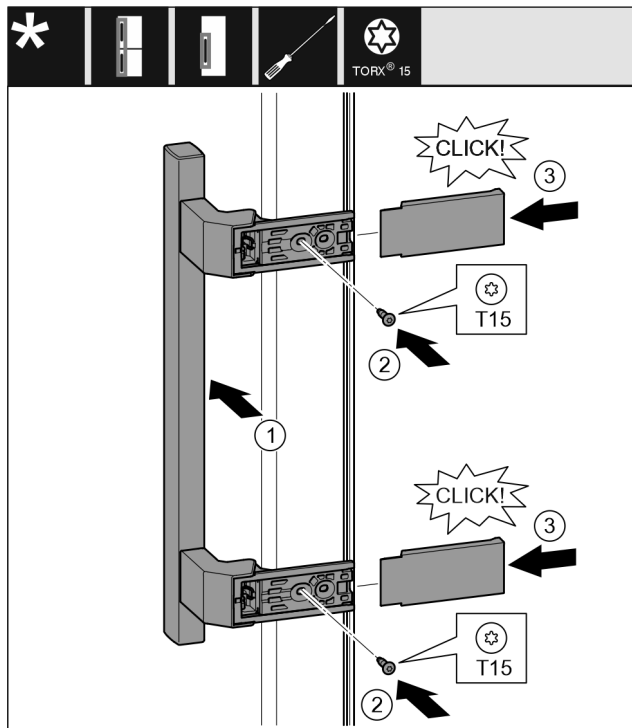

Fig. 21
- Sätt på handtaget på andra sidan. Fig. 21 (1)
- Dra åt skruvarna med skruvmejsel T15. Fig. 21 (2)
- Sätt in skydden från sidan och skjut på dem. Fig. 21 (3)